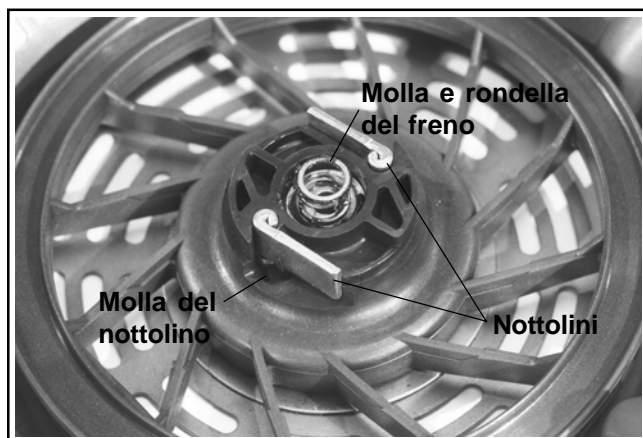

Figura 7-5. Molla e rondella del freno e nottolini.
- 3. Rimuovere la molla e la rondella del freno. Vedere Figura 7-5.